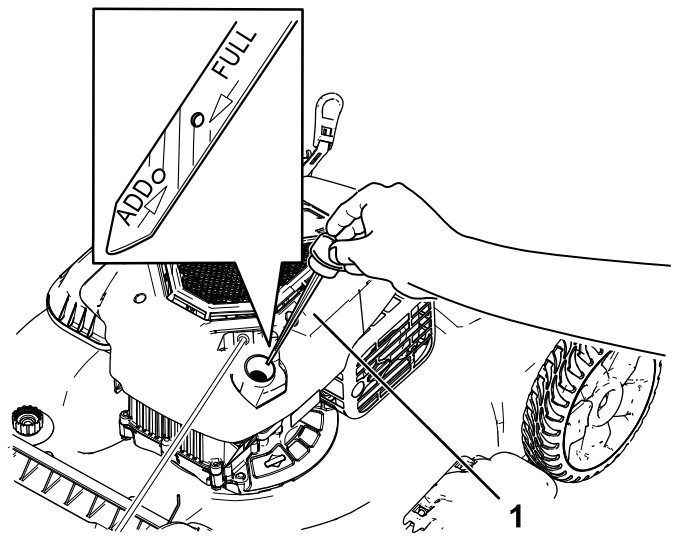

図 12
2. キャップを左に回してディップスティックを抜き取る図 12。
5. ディップスティックの目印で油量を点検する図 12。
- 油量が少なすぎる場合図 12は、補給管から少量の SAE 30 または SAE 10W-30 洗浄性オイルを補給し、3 分間待って量を確認し、ステップ3-5を繰り返して適正量までオイルを入れる。オイルの種類については3 エンジンにオイルを入れる (ページ 4)を参照。
- 油が多すぎる場合図 12は、余分のオイルを抜いて適正量までオイルを減らす エンジンオイルの交換 (ページ 16)を参照。